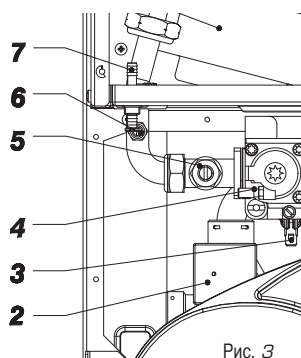

Рис. 3
Подсоединить дифманометр (знак +) со шкалой десятых долей в мм или Паскаль к клемме газа (6 Рис. 3).
- 1) Повернуть **против часовой стрелки**, до конца шкалы, триммер мощности отопления B (6 Рис. 3).